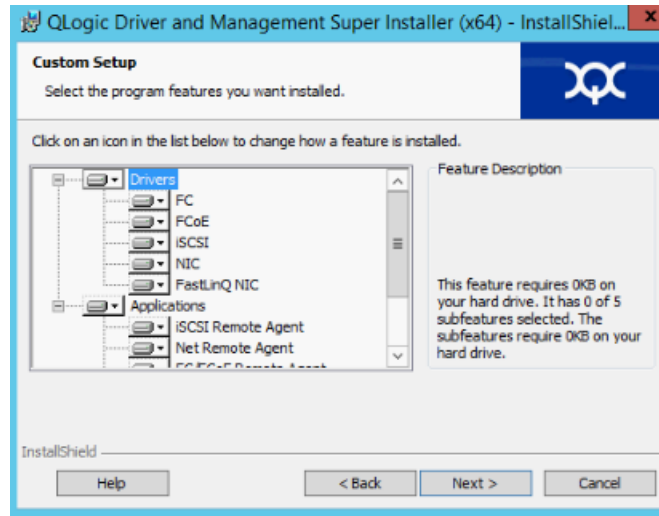

Ilustración 3-5. Asistente InstallShield: Ventana Custom Setup (Configuración personalizada)
6. Si ha seleccionado **Custom** (Personalizada) en el paso 5, complete la ventana Custom Setup (Configuración personalizada) (Ilustración 3-5) de la siguiente forma: